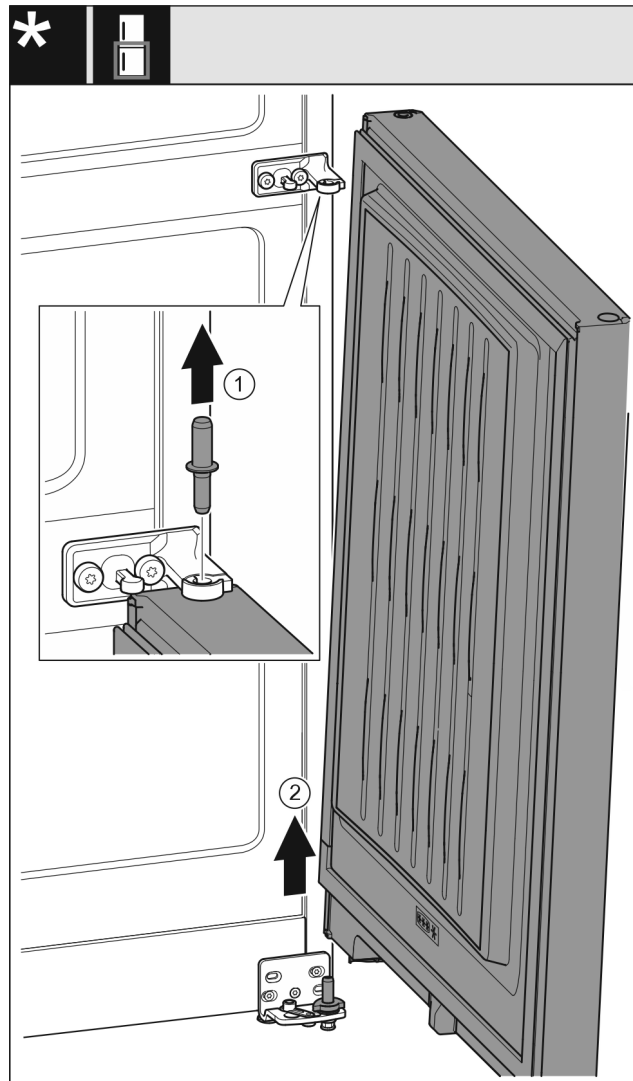

Fig. 7
- ▶ Τραβήξτε έξω τον πείρο προς τα επάνω. Fig. 7 (1)
- ▶ Ανοίξτε την πόρτα, τραβήξτε τη προς τα επάνω και παραμερίστε τη στην άκρη. Fig. 7 (2)